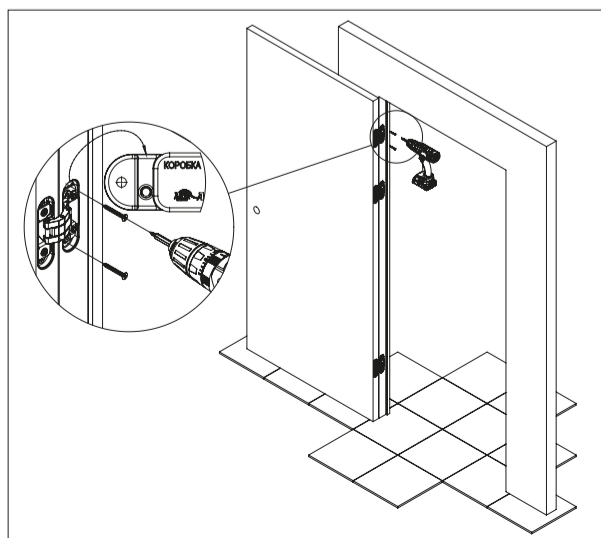

Рисунок 5 — Установка в дверную коробку.
3. Установить дверное полотно с петлями в соответствующие пазы на дверной коробке согласно маркировке и зафиксировать их саморезами 4×25 (см. рис.5).